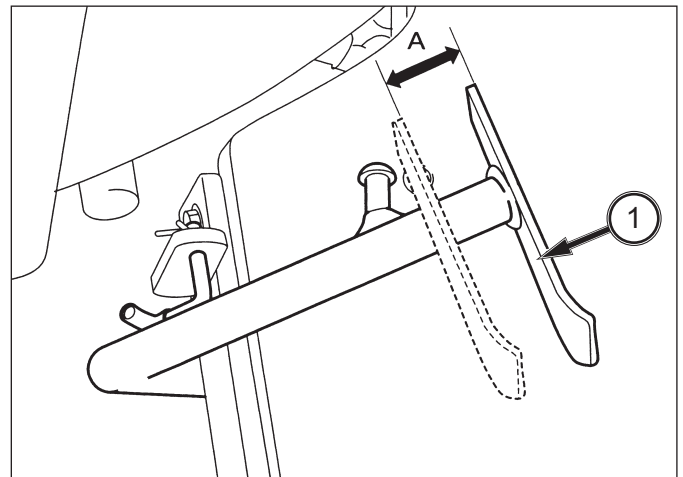

ABB. 148
ABB. 148 UND 149: Das Kupplungspedalspiel in regelmäßigen Abständen überprüfen und bei Bedarf nachstellen. Das korrekte Kupplungspedalspiel (A) beträgt 20 bis 30 mm und wird wie abgebildet am Ende des Pedals (1) gemessen.